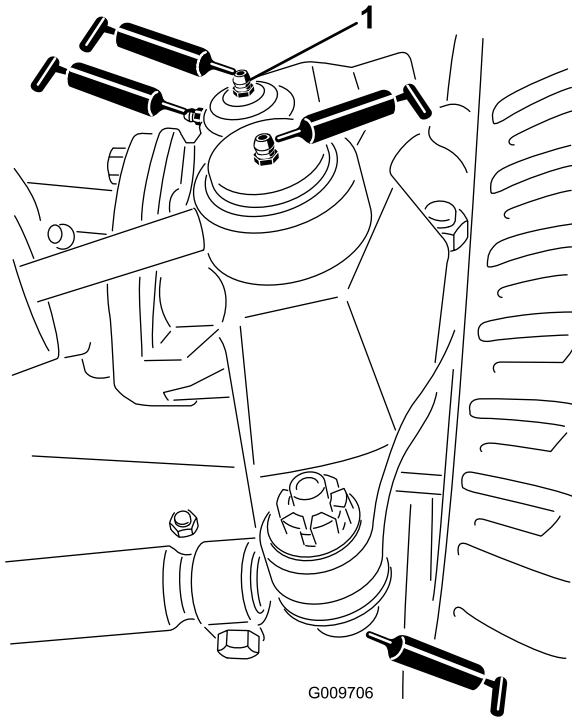

Figura 71
- Giunti sferici (2) del cilindro di sterzo (Figura 71)
- Giunti sferici (2) del tirante (Figura 71)
- Boccole (2) del perno del fuso a snodo (Figura 71). **Il raccordo superiore sul perno del fuso a snodo richiede soltanto una lubrificazione annuale (2 pompate).**